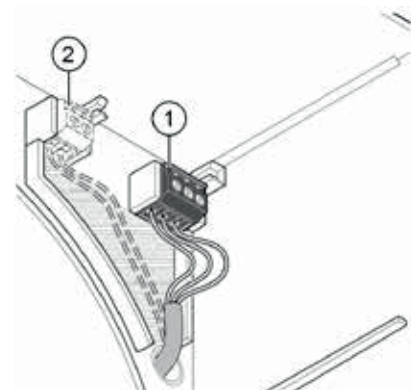

Abb. 40: Netz- und ggf. Steuerkabel
- Schließen Sie das Netzkabel an die 3-polige Anschlussklemme (Pos. 1 in Abb. 40) gemäß den Schaltbildern für die Lüftereinsätze an, siehe Abschnitt 9 ab Seite 25.
- Schließen Sie bei Gerätetypen mit Steuereingang das Steuerkabel an die 2-polige Anschlussklemme (Pos. 2 in Abb. 40) gemäß den Schaltbildern für die Lüftereinsätze an, siehe Abschnitt 9 ab Seite 25.
- Überprüfen Sie, dass die Kabel nur im schraffierten Bereich (siehe Abb. 40) verlegt sind. Andernfalls besteht die Gefahr, dass die Kabel beim Einsetzen des Lüftermotors gequetscht werden.